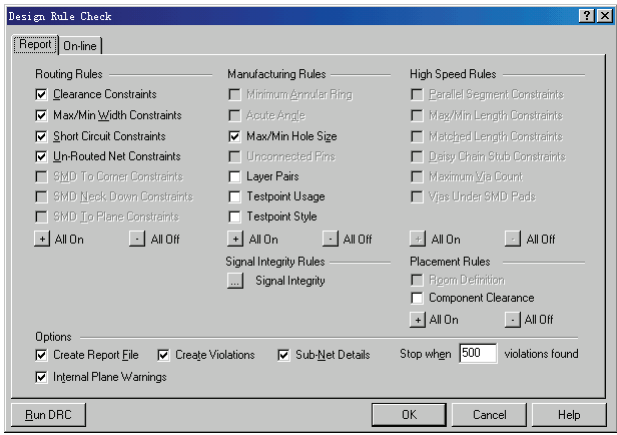

图 7-23 “Design Rule Check”对话框
DRC 检查的另外一种方法就是在设置信号完整性分析规则的对话框中单击“Run DRC”按钮。上述两种方式都将弹出“Design Rule Check”对话框，如图 7-23 所示。
3) 设置了信号完整性分析项后，单击“OK”按钮，返回到图 7-23 所示的对话框，然后单击“Run DRC”按钮，运行 DRC 检查。